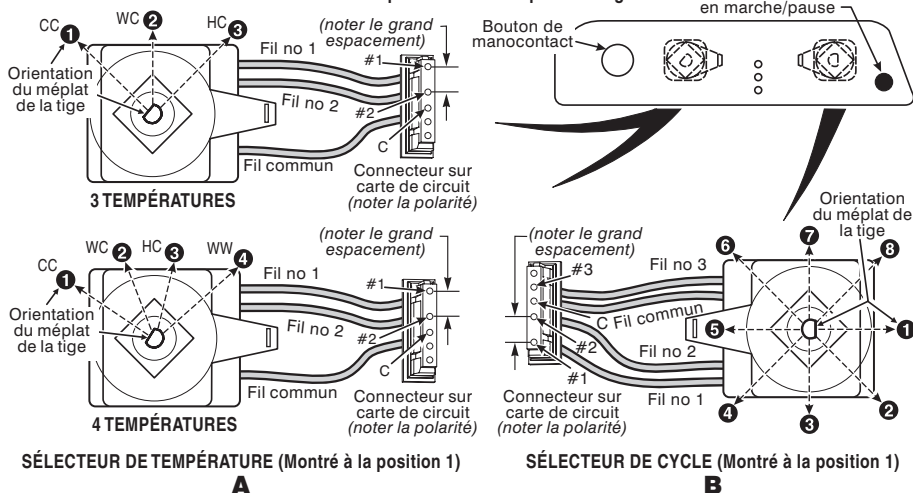

Figure 1
6. Consulter la figure 1 et le tableau 2; faire tourner le sélecteur de cycle (CYCLE SELECT) dans le sens horaire et passer à toutes les positions, depuis la position 1 (3 heures); noter l'indication correspondante des témoins DEL.
7. Voir la figure 1; poursuivre avec le test du **sélecteur de température** : Faire tourner le sélecteur de cycle (CYCLE SELECT) pour que le méplat de la tige soit orienté vers la position 1 (3 heures). Faire passer
On peut aussi vérifier les sélecteurs rotatifs à l'ohmmètre. Les sélecteurs de cycle (CYCLE SELECT) et de température (TEMP SELECT) sont de type à basse tension (5 V CC). On doit enlever les sélecteurs pour faire une vérification à l'ohmmètre. Voir figure 1 et tableau 6 pour les positions des sélecteurs et les branchements aux bornes.